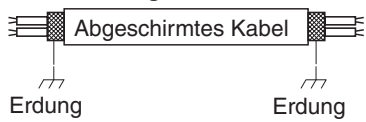

Abb. 4-6
- Als Steuerverbindungskabel zwischen Geräten (c) müssen abgeschirmte Kabel verwendet werden, wobei die Abschirmung auf beiden Seiten geerdet werden muss, da andernfalls Funktionsstörungen durch Störsignale auftreten können. (Abb. 4-6) Die Kabel sind wie im Abschnitt "4-3. Schaltpläne" anzuschließen.